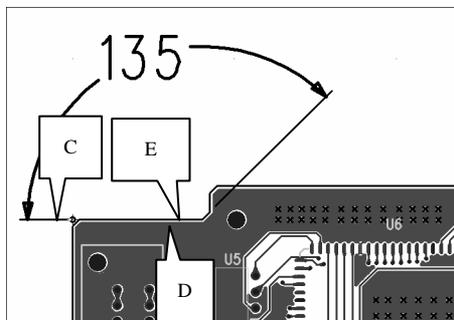

图 13-14 角度标注模式下的角度标注
(5) 依次单击图 13-14 所示的电路板边框上的 C、D、E 3 个点, 确定所要测量的 CDE 的两条边, 然后单击鼠标左键放置标注映像。